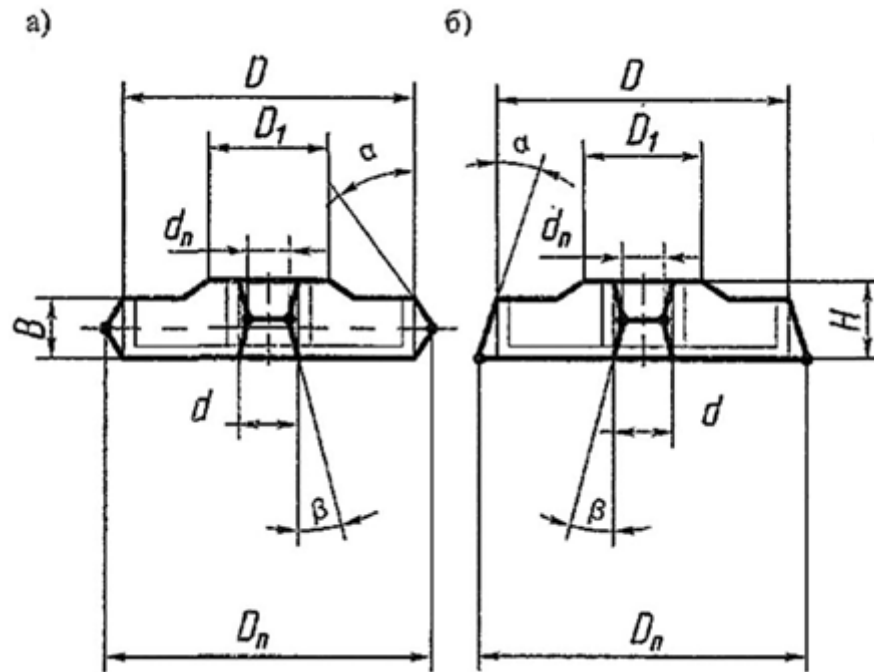

Рисунок 3 – Штамповочные уклоны и размеры поковки:
7. Назначить штамповочные уклоны и определить размеры поковки. Штамповочные уклоны назначают на все поверхности, расположенные параллельно направлению движения деформирующего инструмента (рисунок 3). В полости разъёма штампа образуются новые размеры  $D_n$  и  $d_n$ , характеризующие наибольший и наименьший внутренний диаметры поковки. Для молотов внешние ( $\alpha$ ) штамповочные уклоны принимают равными  $7^\circ$ , внутренние ( $\beta$ ) –  $10^\circ$ ; для прессов внешние ( $\alpha$ ) штамповочные уклоны принимают равными  $5^\circ$ , внутренние ( $\beta$ ) –  $7^\circ$ .